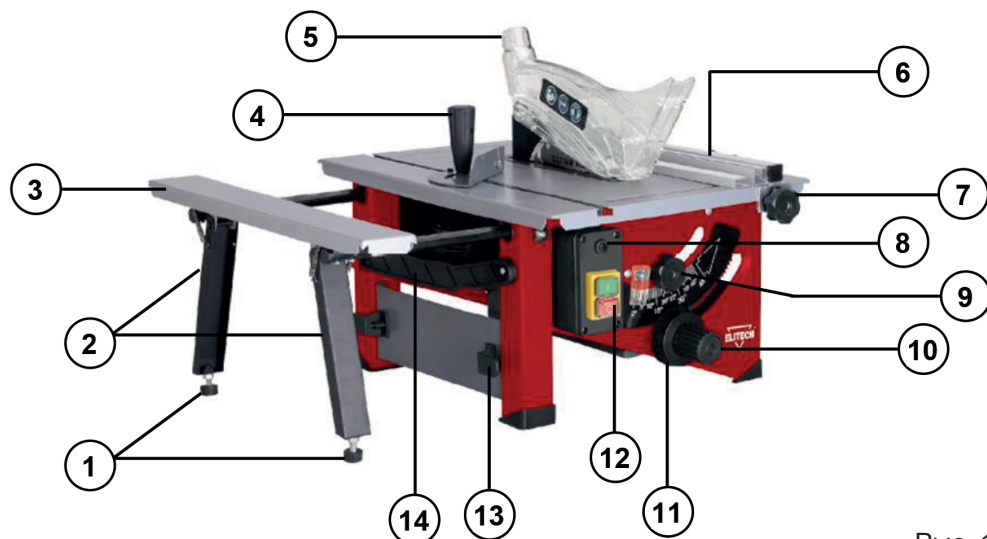

Рис. 1
1. Усталяйце пільны дыск ў верхняе становішча з дапамогай ручкі 10 (Рис. 1).
Круціце кола 10 (Рис. 1) супраць гадзіннікавай стрэлкі для павелічэння глыбіні распілоўвання, і па гадзіннікавай для памяншэння.
1. Для выбару патрэбнага вугла распілоўвання круціце кола 11 (Рис. 1), ад «0», да 45°
2. Для фіксацыі становішча выкарыстоўвайце фіксатар 9 (Рис. 1).